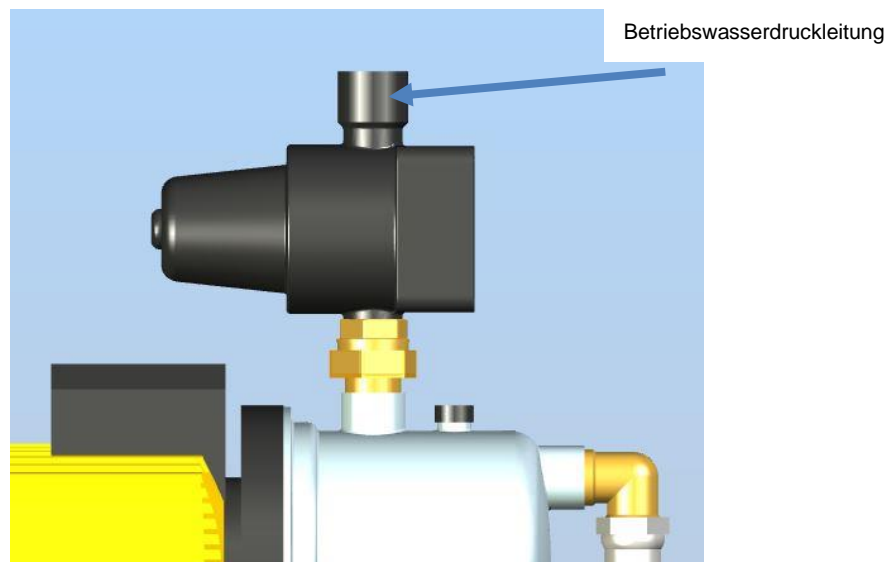

Abbildung 8: Anschluss der Betriebswasserdruckleitung
- 1) Druckleitung dicht und fest mit dem Druckausgang des Schaltautomaten verbinden und nach oben heraus führen, siehe Abbildung 8.